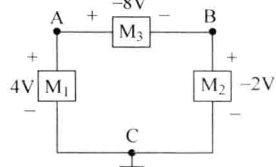

图 1-1-11
(3) 以 C 为参考点，如图 1-1-11 所示，则 $V_C = 0$